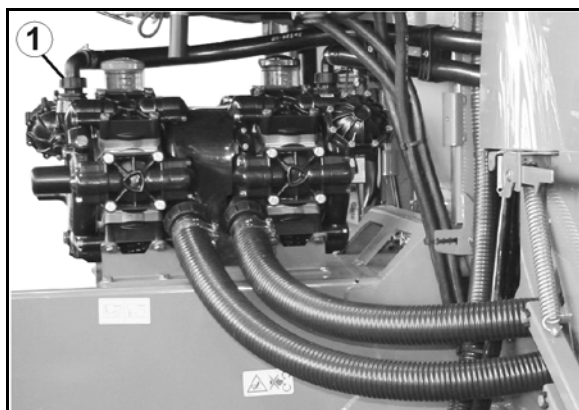

Fig. 190
1. Alle sprøjteslanger trækkes ud af delbreddeventilerne (Fig. 190/1).